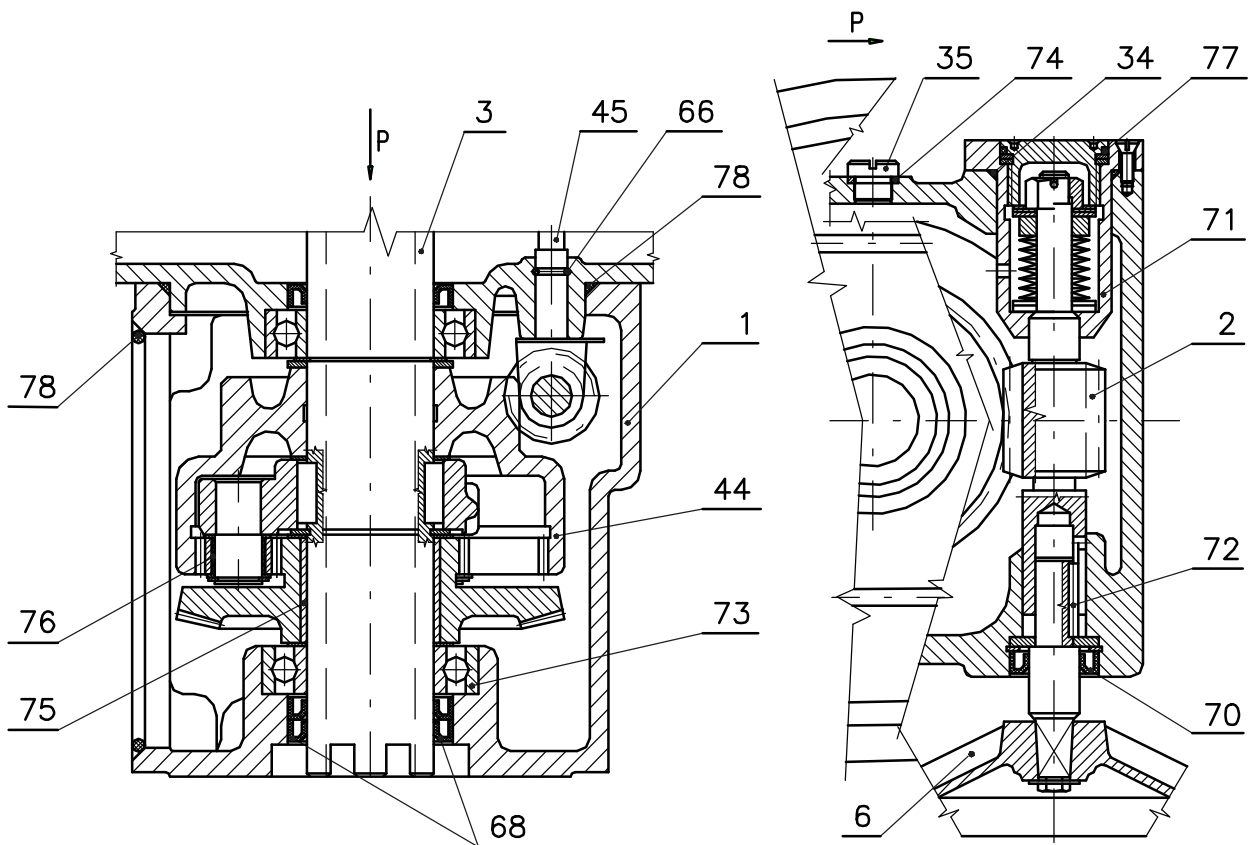
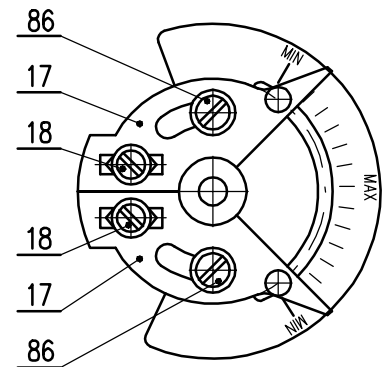

Рис. 2
Рис.6
Моментное устройство (рис. 6 и 7) состоит из трех функциональных единиц:
Моментное колесо (рис. 6) укреплено на моментном валике (45), выходящем от силовой передачи (рис. 2). Угол поворота моментного колеса пропорционален крутящему моменту на выходном вале (3) электропривода. Его величина устанавливается перестановкой сегментов (17) и передвижением упоров (18). Достигнутая величина крутящего момента переносится от моментного колеса на моментное устройство при помощи моментного рычажка (42).